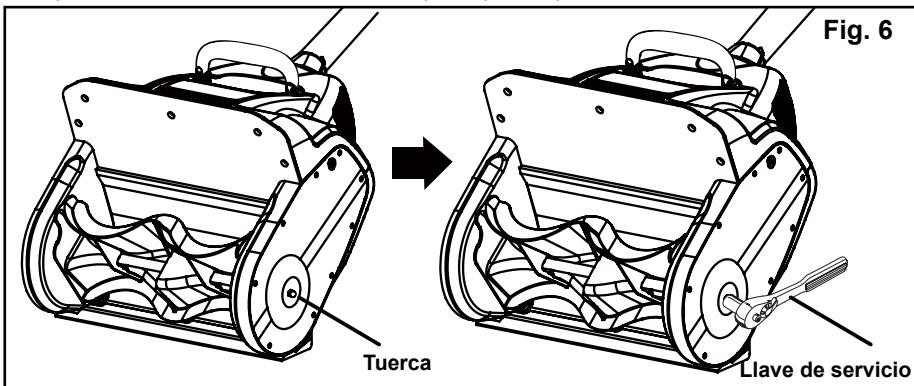

Fig. 6
- Utilice un casquillo o una llave de 17 mm, quite la tuerca en el lado izquierdo del eje del impulsor (Fig. 6).